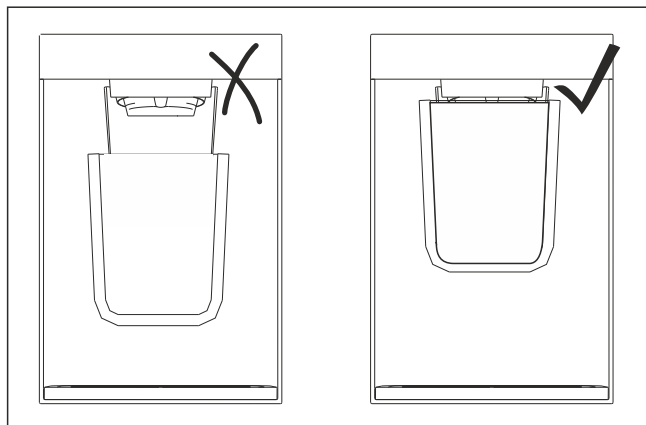

Fig. 117 Ilustrativni primjer
- ▶ Držite posudu što bliže izlaznom otvoru. (pogledajte Fig. 117)